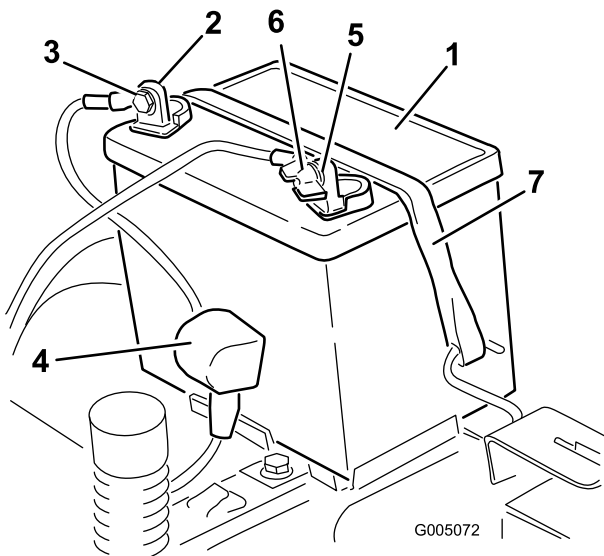

Figura 43
- Desconecte el cable negativo de tierra (negro) del borne de la batería (Figura 43).
- Desconecte el cable positivo (rojo) del borne de la batería (Figura 43).
- Retire la correa de sujeción de la batería (Figura 43) y levante la batería para retirarla de su bandeja.
- Coloque la batería en la bandeja (Figura 43).
- Fije la batería con la correa de sujeción (Figura 43).